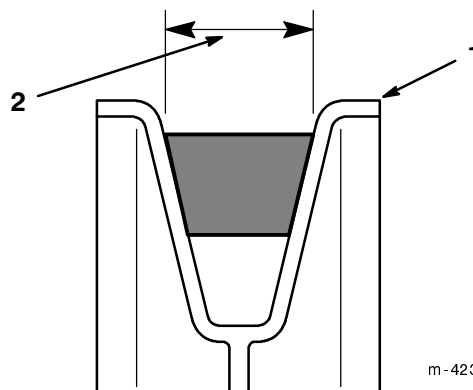

Figure 12
- S'assurer que le côté le plus large de la courroie de PdF se trouve vers l'extérieur de **chacune des (quatre) poulies** (Fig. 12).